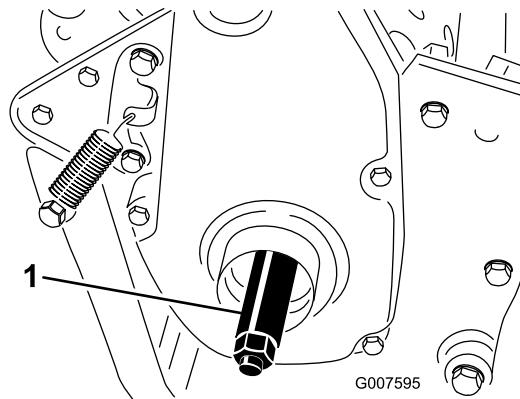

図 8
- 右側ホイールシャフトを機体の右側にある駆動プーリのネジ穴にねじ込む（図 8）。